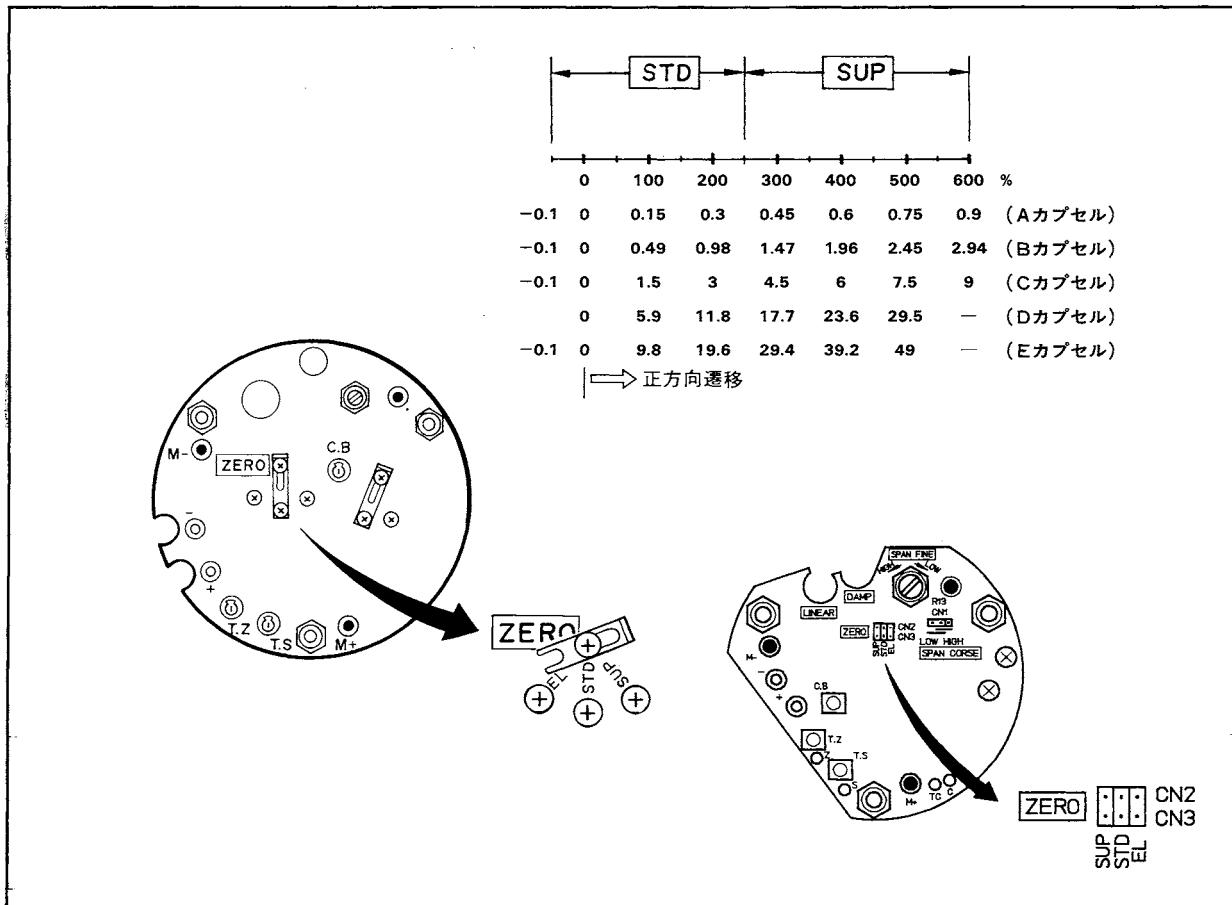

図6.11 遷移方向の変更
- (6) 3本のターミナルアセンブリ取付ねじおよび接地端子を取りはずします。
- (7) ターミナルアセンブリを手で取りはずします。取りはずしにくい場合は、SUPPLY端子(+および-)に導線を巻きつけ、導線で引出してください(図6.11参照)。ターミナルアセンブリと端子箱は防水シールをしているため、しっくりした寸法で組み込まれているので、取りはずしにくい場合があります。
- (8) ターミナルアセンブリを取付ける場合は、まずリード線を通し、ターミナルアセンブリを所定の位置に納め、接地端子および取付ねじで固定します。
- (9) 電源等の配線を行ないます。
- (10) 6.5.2項を参照してアンプユニットを取付けます。リード線の圧着端子は、カバーを取付けた時にあたらないよう折り曲げてください。
- (11) 内蔵指示計を付加する場合は6.5.1項を参照して取付け、最後にカバーを取付けます。
- (1) 電源を切ります。
- (2) 6.5.1項を参照して内蔵指示計を取りはずします。
- (3) 図6.11に示すゼロ点粗調整ジャンパ（またはピンコネクタ）を、遷移方向および遷移量に応じて次のいずれかの位置に切り替えます。ゼロ点の微調整はケース外部のゼロ調整ねじで行います。